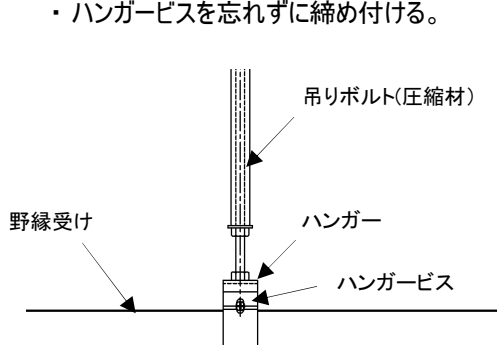

図 3-1 野縁受け取付け
- ・野縁受けは目視にて天井高さを調整し、ハンガーに取付ける。(図3-1参照)